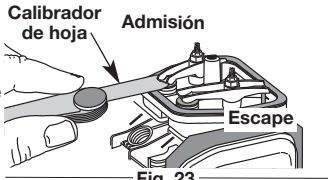

Fig. 23
5. Limpie la suciedad alrededor de la tapa del balancín. Quite el tornillo que sostiene la tapa del balancín con un destornillador grande plano o Torx T-25 (Fig. 23). Quite la tapa del balancín y la junta.
- El pistón esté en el máximo de su recorrido al mirar por el orificio de la bujía (Fig. 23)